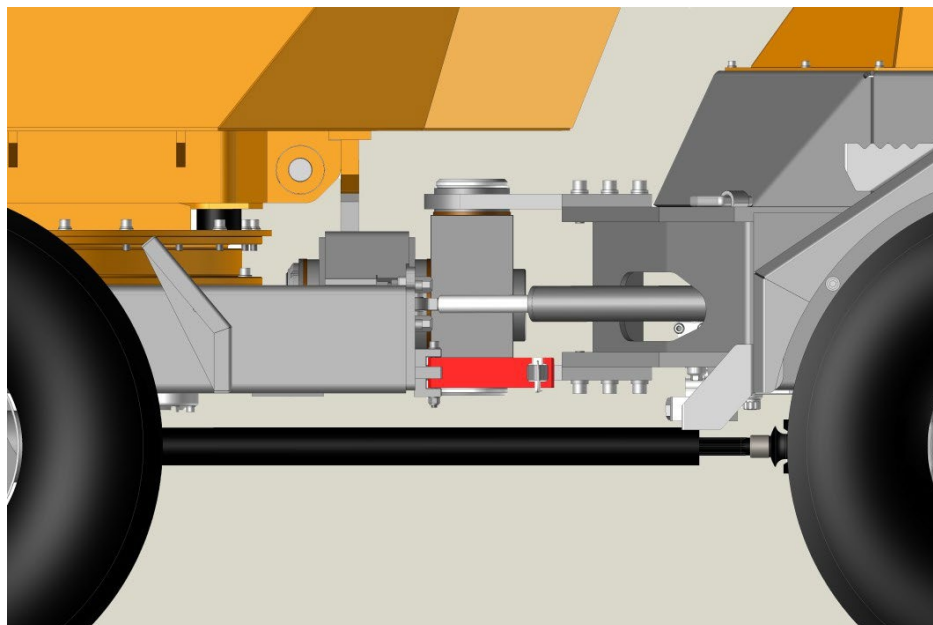

Figure 1. Levier de verrouillage de l'articulation en position longitudinale et goupille d'enclenchement insérée.
- les parties avant et arrière du tombereau soient parfaitement alignées et que les rotations le long des axes longitudinal et transversal de l'articulation aient été bloquées à l'aide du levier de verrouillage en position longitudinale et de la goupille de verrouillage, comme indiqué sur la figure 1.